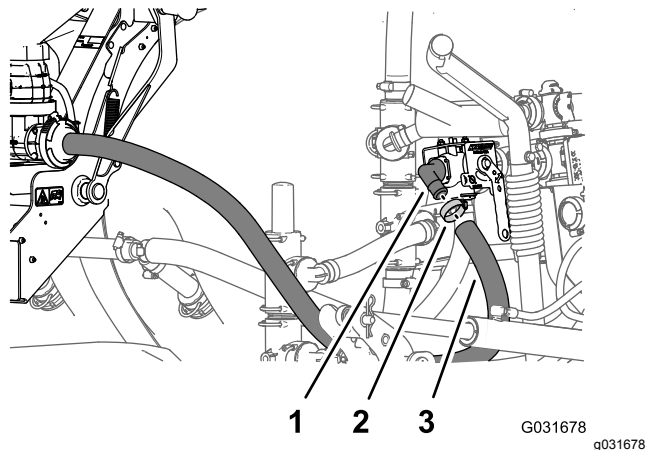

図 227
1. エダクタの給水ホースの端部を、液剤シャットオフバルブのバープ付き90°フィッティングに整列させフィッティングにホースを接続する 図 227。